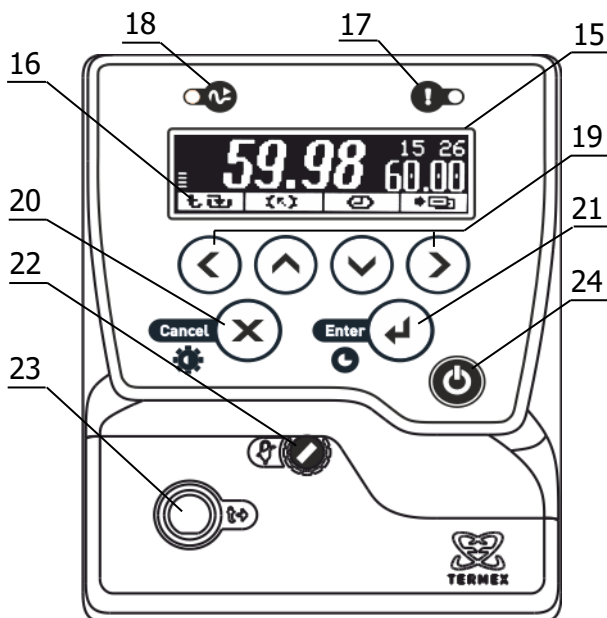

Рисунок 2 – Лицевая панель
Система безопасности блоков регулирования отключает двигатель насоса и нагреватель при срабатывании хотя бы одной из защит или неисправности датчика температуры (1.2.13). При срабатывании системы безопасности раздается звуковой сигнал, загорается индикатор 17 (рисунок 2) и на дисплей 15 выводится информация о причине неисправности.
2.3.1 После подключения сетевого кабеля к электрической сети блок регулирования переходит в режим ожидания. Подключение сопровождается кратковременной подсветкой дисплея 15 (рисунок 2).
2.3.6 Для регулировки яркости подсветки или контраста дисплея нажать кнопку 20 (X), выбрать изменяемый параметр кнопками (▲) и (▼) и установить его значение кнопками (◀) и (▶). Зафиксировать изменение нажатием кнопки 21 (↔) (рисунок 2).
2.6.6 Для выбора уставки в качестве текущей кнопками (▲) и (▼) подвести к ней указатель. Значение отмеченной указателем уставки дублируется крупными цифрами в правой части дисплея. Для подтверждения выбора отмеченной уставки нажать кнопку 21 (←). Для отмены выбора нажать кнопку 20 (✕) (рисунок 2).
2.6.7 Для изменения численного значения отмеченной указателем уставки нажать кнопку (▶). На рамке, обрамляющей значение уставки в правой части дисплея, появятся «засечки», указывающие на изменяемую позицию в численном значении. Цифра в отмеченной позиции мигает. Нажатиями кнопок (▲) и (▼) установить требуемую цифру в отмеченной позиции. Если удерживать кнопку нажатой, значение уставки будет изменяться непрерывно. Нажатиями кнопок (◀) и (▶) переместить отметку изменяемой позиции. Дискретность изменения значения уставки зависит от положения изменяемой позиции: если отмечена позиция десятков, то при единичном нажатии кнопки (▲) или (▼) значение уставки изменится на 10 °С. Если отмечена позиция десятых долей, то значение уставки изменится на 0.1 °С соответственно. Закончить ввод нового значения уставки нажатием кнопки 21 (←). Для возврата к значению уставки до ее изменения нажать кнопку 20 (✕) (рисунок 2).
2.7.3 При срабатывании защиты раздается звуковой сигнал и загорается красный индикатор срабатывания системы безопасности 17 (рисунок 2). Работа насоса и нагревателя будет блокирована. На дисплее отобразится текущее состояние системы защит.
2.7.5 После устранения причины срабатывания защиты или ее отключения кнопкой (▶) индикатор 17 (рисунок 2) погаснет. Перевести блок регулирования в рабочий режим нажатием кнопки 21 (←).